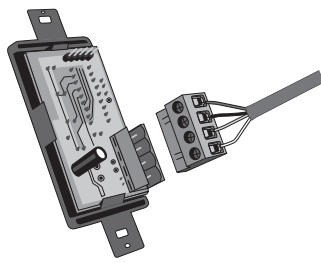

figura 13
4. Posteriormente, fije correctamente el conector en el módulo de información (**figura 13**).